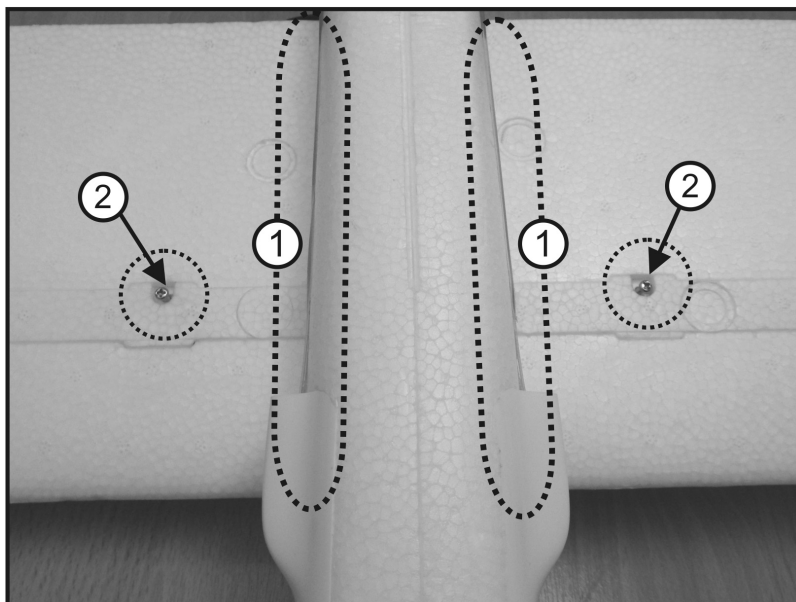

Figura 5
Inserire i connettori in dotazione (2) in una delle ali (1). Una volta infilata l'ala, il connettore viene fissato con una vite. Per montare il connettore delle ali, durante l'assemblaggio iniziale potrebbe essere necessario svitare leggermente queste viti (vedere figura 5).